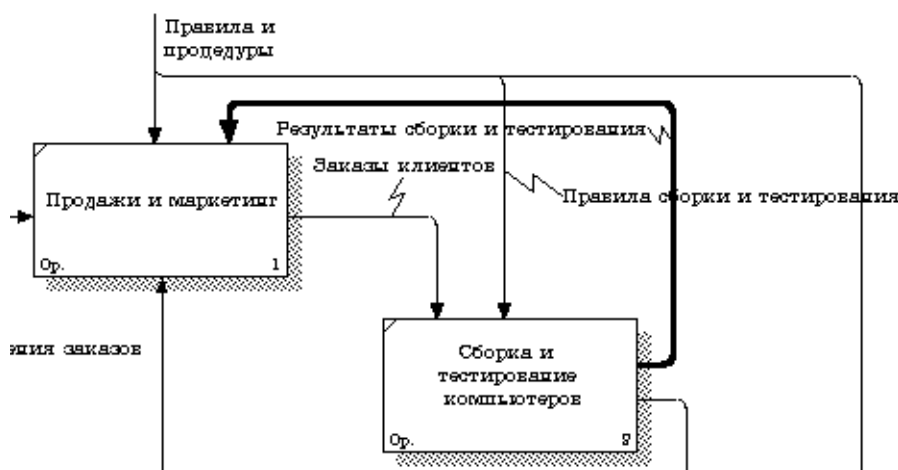

Рис. 53. Внутренние стрелки диаграммы А0
7. Создайте новые внутренние стрелки так, как показано на рис. 53. Для рисования внутренней стрелки необходимо **в режиме рисования** стрелок щелкнуть по сегменту (например, выхода) одной работы и затем по сегменту (например, входа) другой. Чтобы изменить, например, толщину или цвет стрелки или текст, нужно сначала выйти из режима рисования стрелки, путем нажатия кнопки  на палитре инструментов. Затем сделайте по стрелке один щелчок правой кнопкой мыши или двойной щелчок левой кнопкой мыши. В открывшемся диалоге выберите соответствующий пункт из меню или вкладку. Для изменения цвета стрелки надо выбрать **Color**. Для изменения толщины стрелки – **Style**. Для изменения шрифта выберите **Font**.